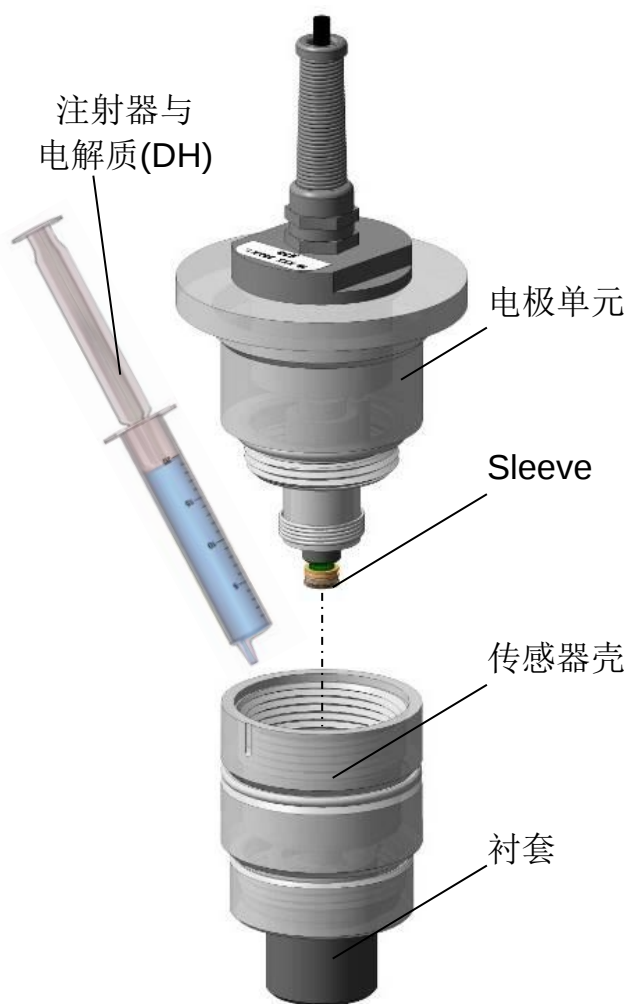

Figure 3.2 – 传感器填充电解液 (DH)
- 3 使用注射器将 20cm³（毫升）的电解质（DH-2）倒入外壳中，无需针头，如图 3.2 所示；